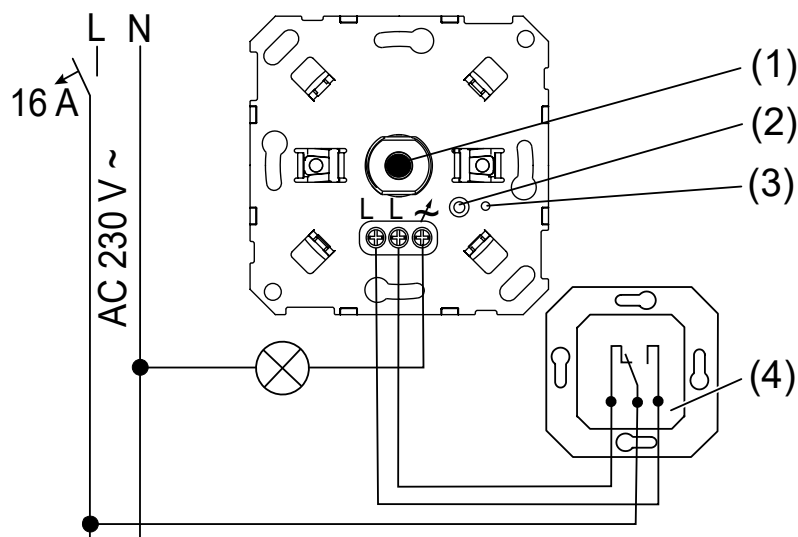

Bild 2: Anschluss in Wechselschaltung
- Optionaler Anschluss mit Wechselschalter (4) (siehe Bild 2)